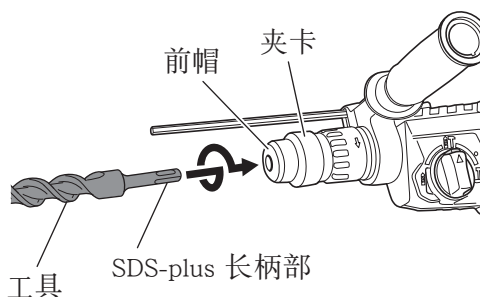
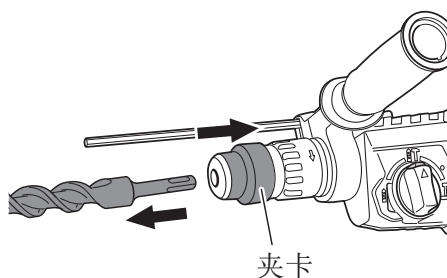

图 1
图 2
4. 安装工具 (图 1)
- (1) 清洁工具柄。
- (2) 旋转工具将其插入前帽的孔内直至插锁插紧。(图 1)
- (3) 拉工具以检查是否完全插紧。
- (4) 拆下工具时，首先请按箭头所示方向将夹卡完全拉出，然后将钻头从夹卡上拉下。(图 2)